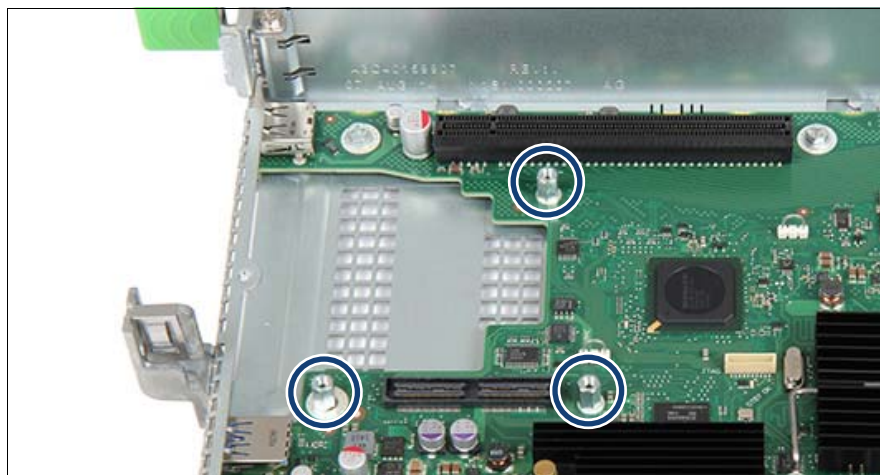

図 113: 3 本のボルトの取り付け
- ▶ 3 本のネジ (1) を取り外します。
- ▶ DynamicLoM モジュールを取り外します (2)。
- ▶ 3 本のボルトを取り外します (図 113 を参照)。